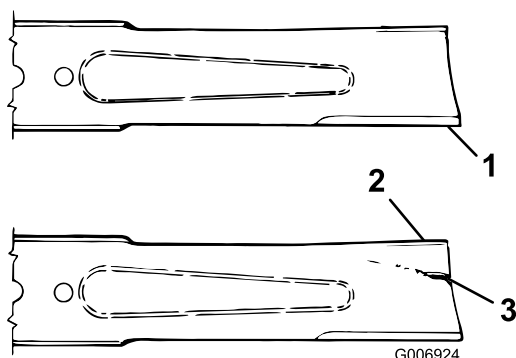

Figura 101
3. Examine cuidadosamente as extremidades da lâmina, prestando especial atenção à zona onde se encontram as partes curvas e planas da lâmina (Figura 101).
- Se verificar que esta zona se encontra desgastada (Figura 101), substitua a lâmina; consulte Manutenção da plaina da lâmina (página 70).
Se a lâmina continuar a sofrer este tipo de desgaste irá formar-se uma ranhura entre a aba e a parte plana da lâmina (Figura 101). Eventualmente, pode soltar-se algum pedaço da lâmina e projetar-se, ferindo-o a si ou a qualquer pessoa próxima.